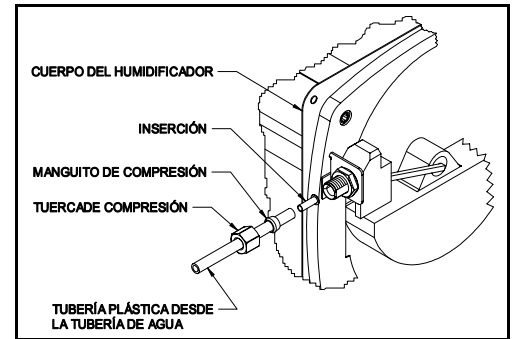

Figura 6
## VUELVA A ARMAR EL HUMIDIFICADOR: (FIGURA 6 & 7)
2. Conecte la flota y el brazo la asamblea metiendo paréntesis en el hoyo que monta en el humedecedor. El tornillo de la cabeza del mal de ojo de la adición #8-32 proporcionado en empaquetó hardware y aprieta en el lugar. Vea la figura 6.